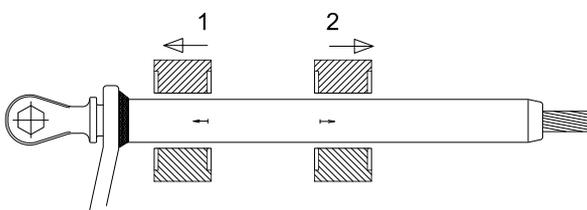

Fig. 3
- 5 Comprimir con la matriz para aluminio indicada sobre la grapa, comenzando por la parte estriada del émbolo desde la base de las flechas y en el sentido indicado por estas hasta aprox. 6-8 mm antes de la soldadura. **Fig.3.**
- 5 Compress with the die for aluminium shown on the clamp body, starting with the grooved part of the steel terminal from the bottom of the arrows and in the direction they indicate, to approximately 6-8 mm before the welding. **Fig.3.**